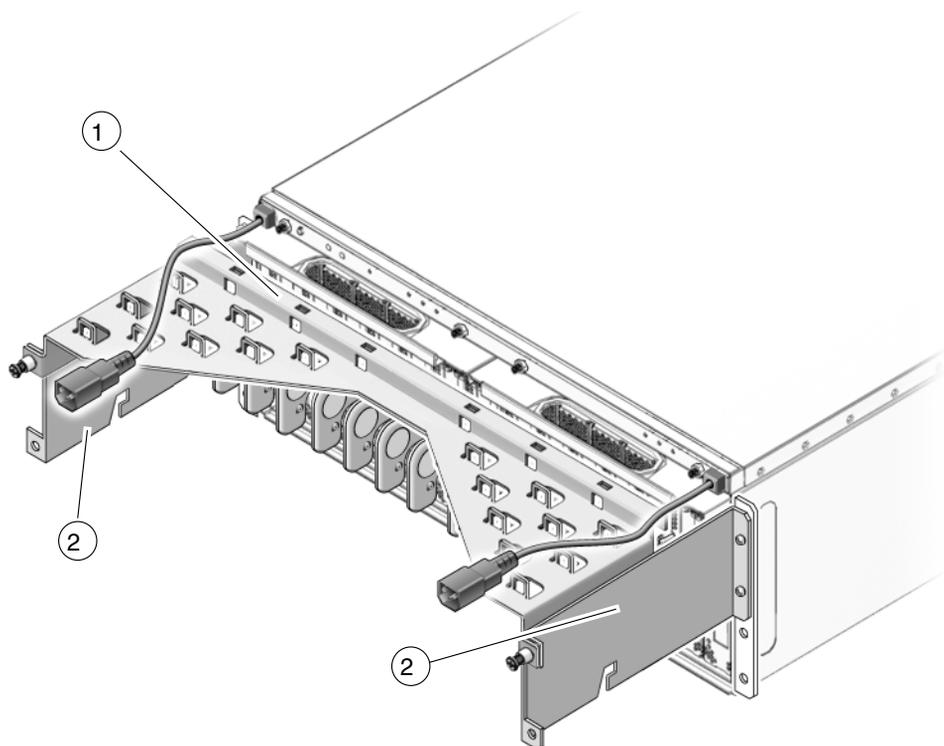

FIGURE 1-9 Unité de gestion des câbles pour passage des câbles par les deux côtés du rack
- La FIGURE 1-9 montre l'unité utilisée pour acheminer les câbles par les côtés droit et gauche d'un rack. La FIGURE 3-17 montre l'unité avec les câbles.